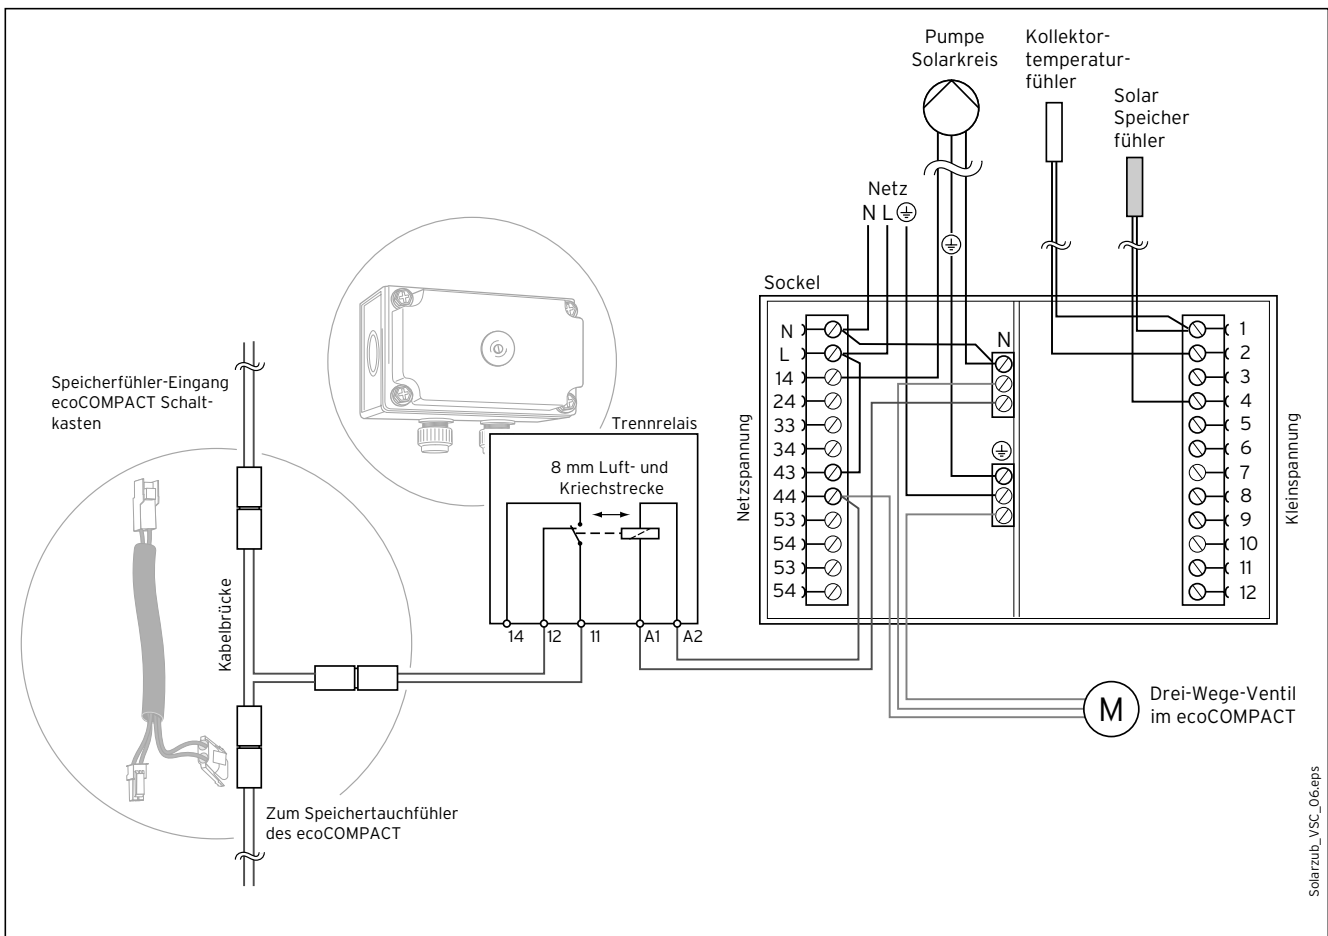

Abb. 4.3 Verdrahtungsschema
- Trennen Sie die Steckverbindung (1) im Kabelbaum des ecoCOMPACT.
- Verbinden Sie den freien Stecker (4) der Kabelbrücke mit dem Stecker des Trennrelais (5).
- Verbinden Sie die Anschlüsse A1 und A2 des Trennrelais entsprechend der Abb. 4.3 mit dem Solarregler VRC S.
- Führen Sie ein Kabel vom Drei-Wege-Ventil aus dem ecoCOMPACT heraus und schließen sie das Kabel entsprechend der Abb. 4.3 an den Solarregler VRC S an.